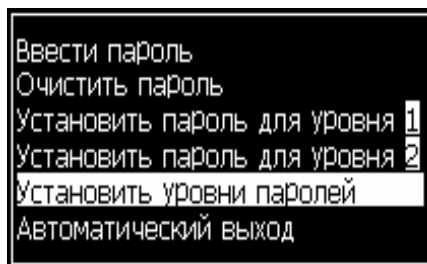
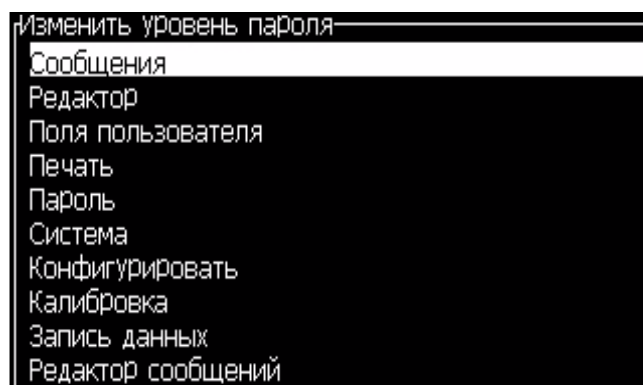
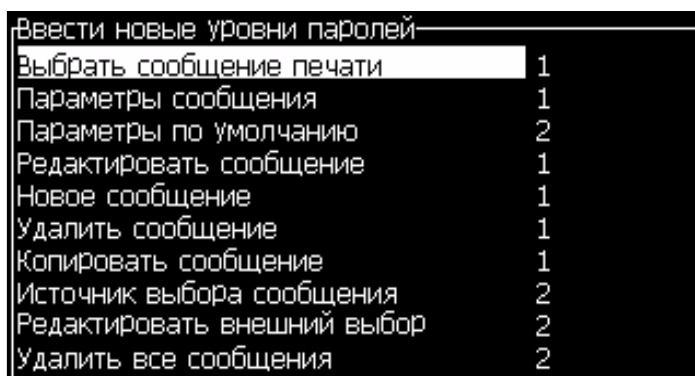

Рисунок 4-8: Установка паролей для уровней доступа
Рисунок 4-9: Изменение пароля для уровня доступа
Рисунок 4-10: Ввод паролей для новых уровней доступа
- 1 Нажмите кнопку “Alt” + “w”, и выберите опцию “Set Password Levels” (установка уровней доступа для паролей) (смотрите Рисунок 4-8) для открытия окна “Change Password Levels” (изменение уровней доступа для паролей) (смотрите Рисунок 4-9).
- 2 Выберите меню (смотрите Рисунок 4-9), для которого необходимо изменить пароль уровня доступа, и нажмите кнопку “Enter” (ввод). Появится окно “Enter New Password Levels” (ввод новых паролей для уровней доступа) (смотрите Рисунок 4-10 на странице 4-6).